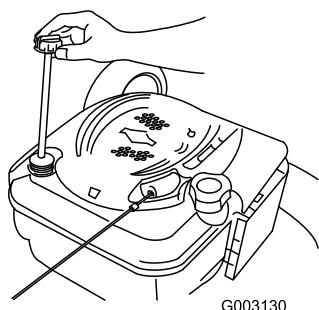

Figure 46
- Retirez la jauge (Figure 46).